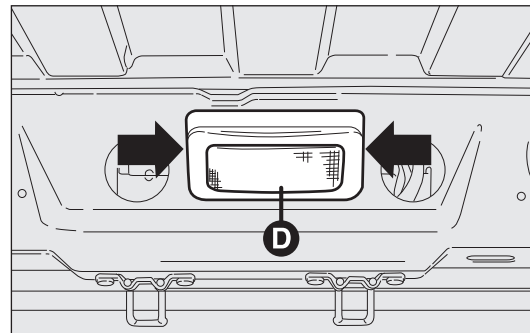
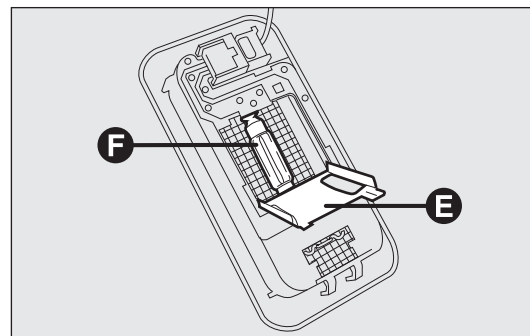

fig. 202
fig. 203
- ☐ agir sur les points indiqués par les flèches et enlever le plafonnier D-fig. 202 ;
- ☐ ouvrir la trappe de protection E-fig. 203 ;
- ☐ remplacer l'ampoule F-fig. 203 en la dégageant des contacts latéraux et en s'assurant que la nouvelle ampoule soit correctement bloquée entre les contacts ;
- ☐ refermer la trappe de protection E-fig. 203 et réinsérer le plafonnier D-fig. 202 dans son logement en s'assurant de son blocage.